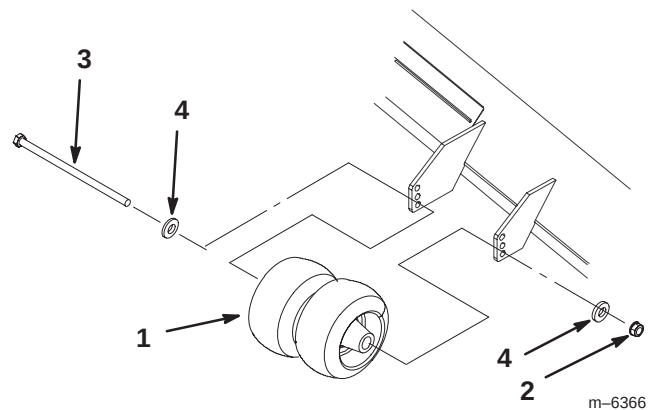

Bild 20
1. Prüfen Sie nach dem Einstellen der Schnitthöhe, dass die Radstelzen mindestens eine Bodenfreiheit von 10 mm aufweisen (Bild 20).
2. Sollte eine Einstellung erforderlich sein, entfernen Sie die Schraube, Scheiben und die Mutter (Bild 20).
3. Wählen Sie eine passende Lochposition, so dass die Radstelzen mindestens 10 mm Bodenfreiheit aufweisen (Bild 20).
4. Setzen Sie die Schraube, Scheiben und die Mutter ein (Bild 20).